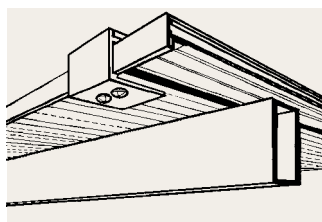
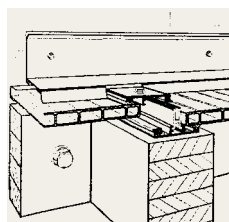

Abb. 8c: Alu-Abschlusswinkel
Abb. 8d: Wandanschluss
8.4 Bei geneigten Überdachungen müssen die Platten gegen Abrutschen gesichert werden. Dazu sind z. B. Alu-Abschlusswinkel an den Verlegeprofilen im Traufbereich anzubringen (Abb. 8c). Daran haben die Platten durch ihr Eigengewicht **unten einen Fixpunkt**, d. h. die **Längendehnung** wirkt sich **nur am oberen Plattenrand** aus und muss dort durch entsprechendes Dehnungsspiel (gemäß 2.4) aufgefangen und überdeckt werden. Dafür wird als Wandanschlussprofil WAND-PROFI eingesetzt, dessen Dichtlippe jeweils am Verlegeprofil ausgeklinkt wird (Abb. 8d).